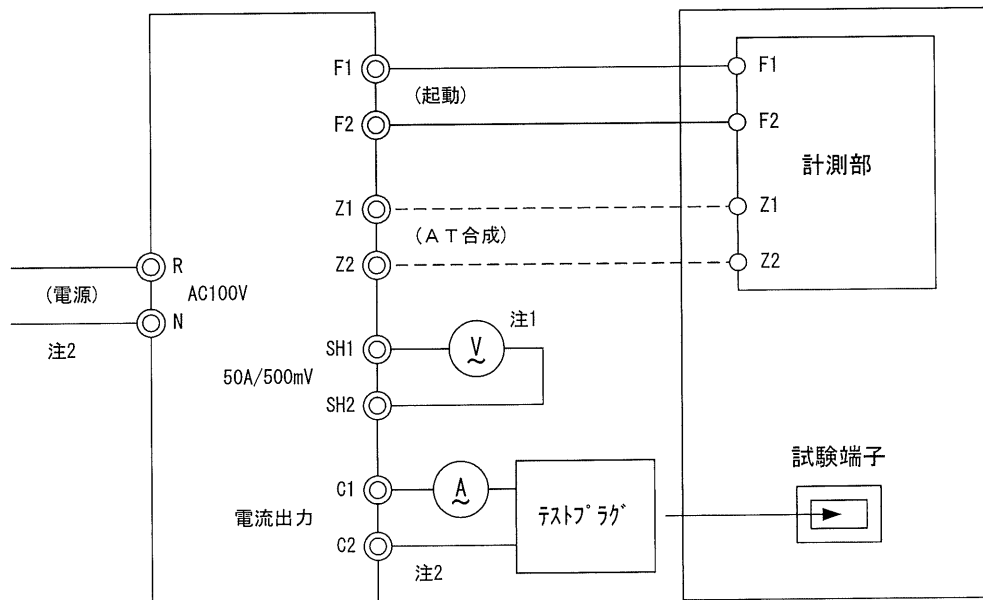

図1. 虚負荷試験回路
付図1：外形寸法図、操作面部品配置図
- 2) 外形寸法図 付図1参照
- 3) 操作面部品配置図 付図1参照
付図1. 外形寸法図・操作面部品配置図